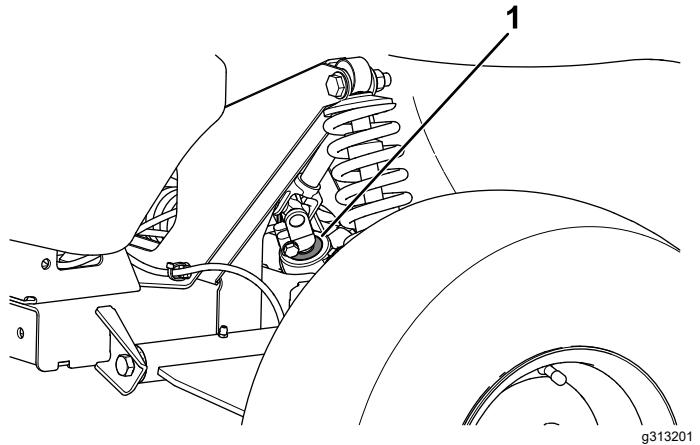

図 42
- **重要**ピニオンシャフトのシールの状態と磨耗程度を点検する図 42。